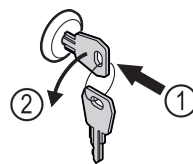

Fig. 206
- Sleutel erin duwen. Fig. 206 (1)
- Sleutel 90° linksom draaien. Fig. 206 (2)